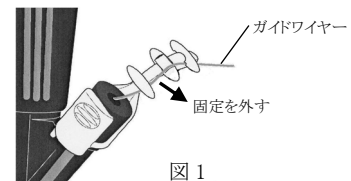

図 1
- ① ガイドワイヤーロックングデバイス (構成部品別品目) から、0.035inch (0.89mm) ウルトラショートワイヤー (構成部品別品目) の固定を外す (図 1)。